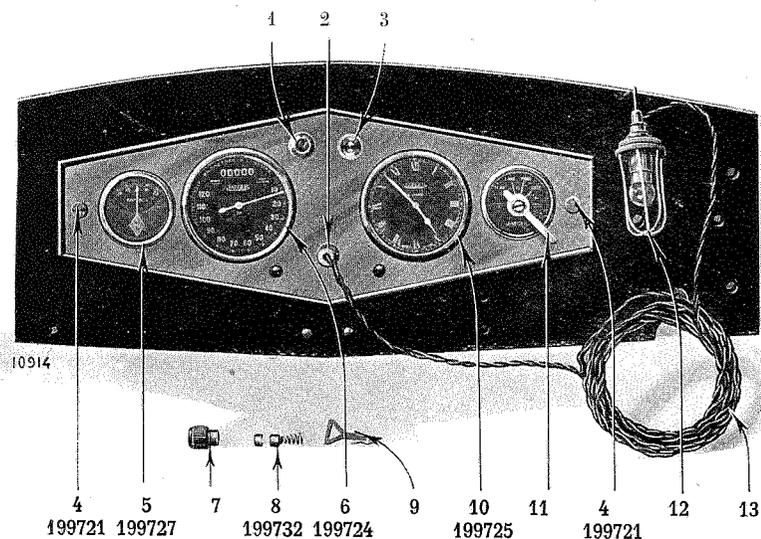

Fig. 2. — Le tableau d'installation électrique.
### Pour se servir du tableau d'installation électrique (Fig. 2 et 3).
(Fig. 2 et 3)
Pour changer les lampes, dévissez les boutons (4), rabattez le tableau (fig. 2) et enlevez les deux écrous moletés (18) qui retiennent la barrette support des lampes (17).